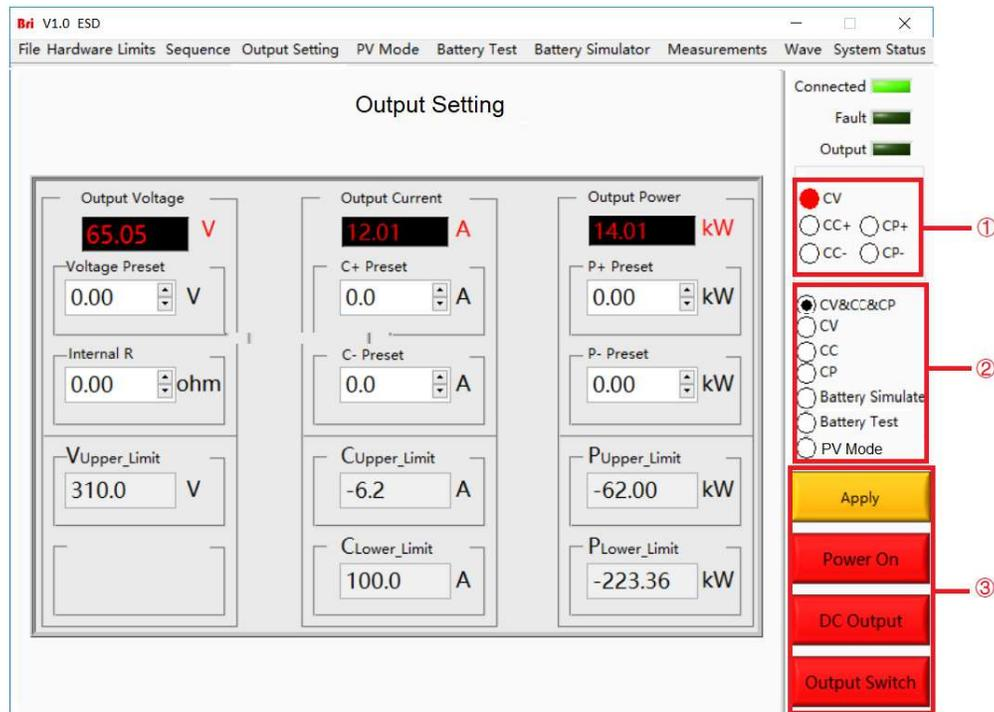
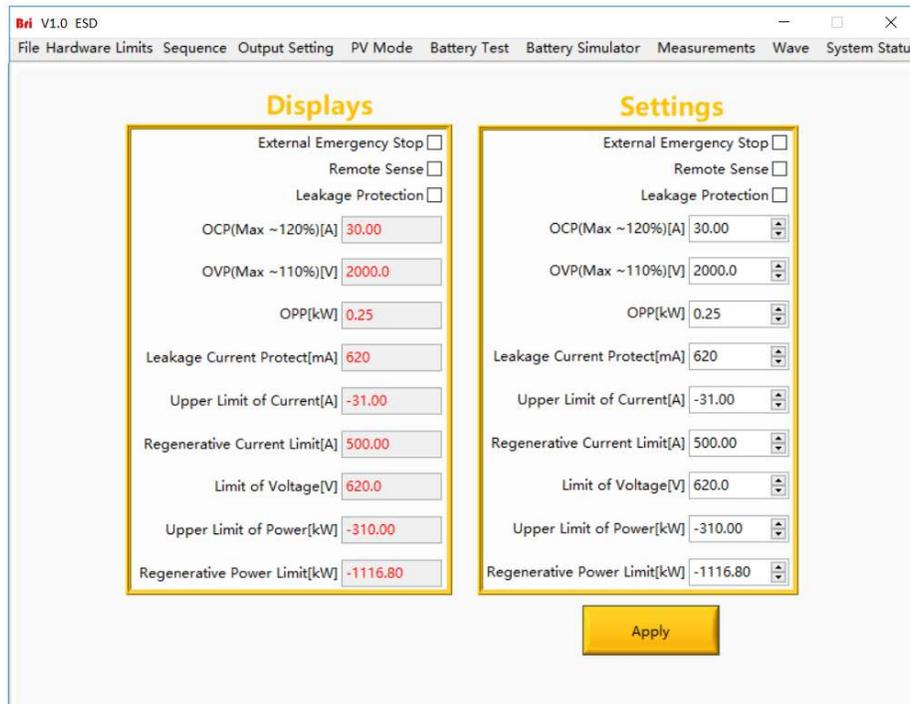
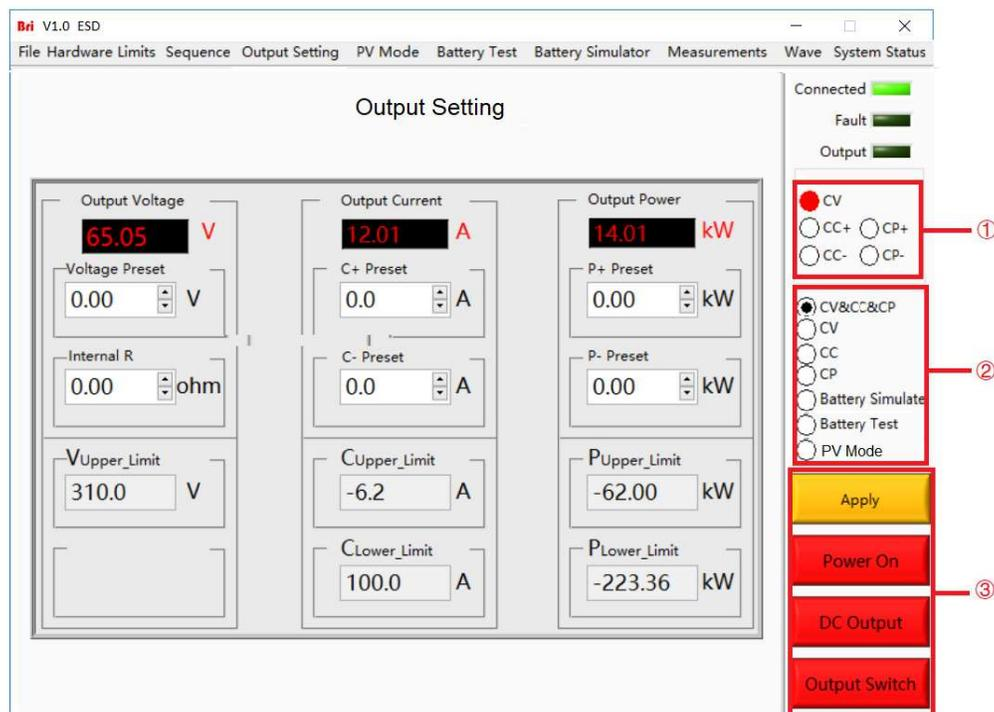

图 5-2 运行模式及输入/出控件
图 5-7 硬件限值设置界面
图 5-8 输出设置界面
①	Connect	设备初始化几秒钟后进入待机状态，触摸屏开始工作，软件与设备正常连接时，绿色指示灯常亮，如果连接失败，请检查交流源是否正常通电、通讯线连接是否正常、计算机本地连接 IP 地址为 192.168.1.2。
②	Fault	设备在运行过程中出现故障时自动停止工作，此指示灯显示为红色；设备无故障时，此指示灯显示为墨绿色。
③	DC Output	设备正常运行并且输出直流时，绿色指示灯常亮；设备无直流输出时，指示灯显示为墨绿色。
在输出设置界面及序列模式界面右侧，用户可以根据测试需求自行选择电源的运行模式（如图 5-2②），软件则会自动显示当前运行状态（如图 5-2①）。
在输出设置界面及序列模式界面, 右下角部分为控制电源设备输入/输出的几个重要控件(如图 5-2③)。依次点击“Apply”→“Power On”→“DC Output”→“Output Switch”, 电源开始正常工作; 依次点击“Output Switch”→“DC Output”→“Power On”, 电源停止工作。
点击“Hardware Limits”进入硬件限值参数设置界面（如图 5-7）。勾选对应框并设置参数，完成后点击“Apply”应用参数，对应的电压、电流、功率限值将显示在图 5-8 的下方。
完成硬件限值设定后，点击“**Output Setting**”进入常规输出设置界面（如图 5-8）。选择模式（如图 5-2②）并设置输出电压、输出电流、输出功率、内阻等参数，完成后依次点击“Apply”→“Power On”→“DC Output”→“Output Switch”，电源开始正常工作。